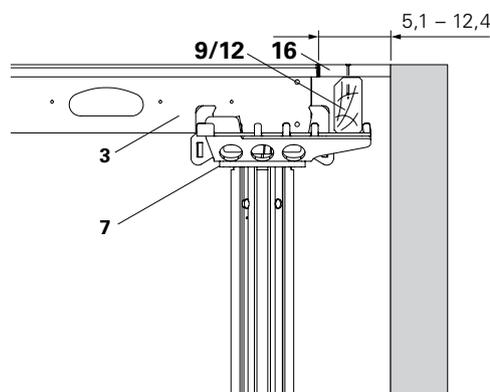

Fig. A5.36
(Fig. A5.36)
1. Posicionar o cabeçal de borde SCK (7) com a consola na direcção do fecho.
2. Instalar o painel (3).
3. Instalar a viga de extremidade SRT-2 (9) ou compensação em madeira SPH (12) no cabeçal de borde (7).
4. Instalar o forro (16) e fixar com pregos. (Fig. A5.36)